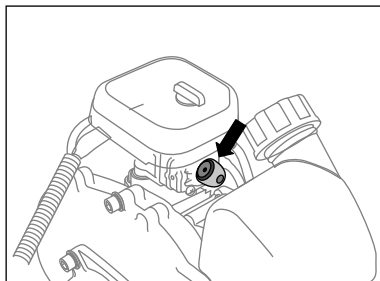

fig. 10
- Apăsați pe capul de cauciuc al pompei de carburant de cinci până la șapte ori pentru a umple carburatorul cu amestecul de combustibil (fig. 10). În același timp, amestecul de combustibil pompat trebuie să fie văzut prin capul de cauciuc al butonului pompei manuale de combustibil. Dacă amestecul de combustibil nu umple capul, apăsați pe butonul pompei manuale de combustibil de mai multe ori.